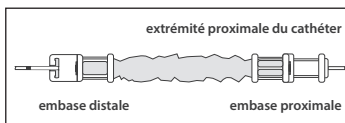

Figure 4
- ◇ Insérer l'extrémité du cathéter souhaité à travers l'extrémité proximale de la gaine anticontamination du cathéter. Faire progresser le cathéter dans la tubulure et l'embase à l'autre extrémité (voir Figure 4).